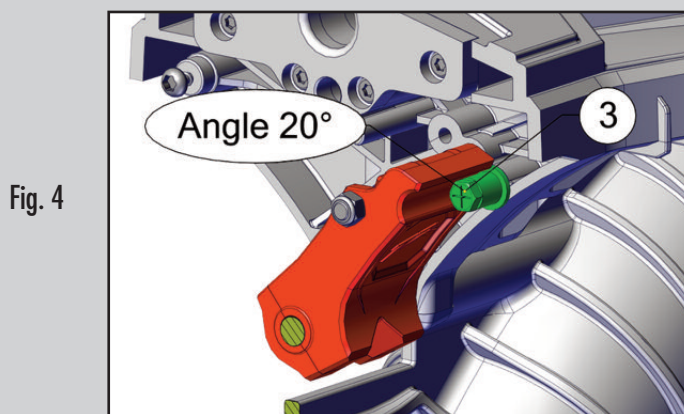

Fig. 4
Inverser la position « twist » pour améliorer l'accessibilité de l'autre côté. Revisser la butée restante dans le trou 3 (fig. 4).
*Twist the board the other way to make the other side accessible. Screw the remaining stop screw (ref. FB04091) in hole 3 (fig. 4).*